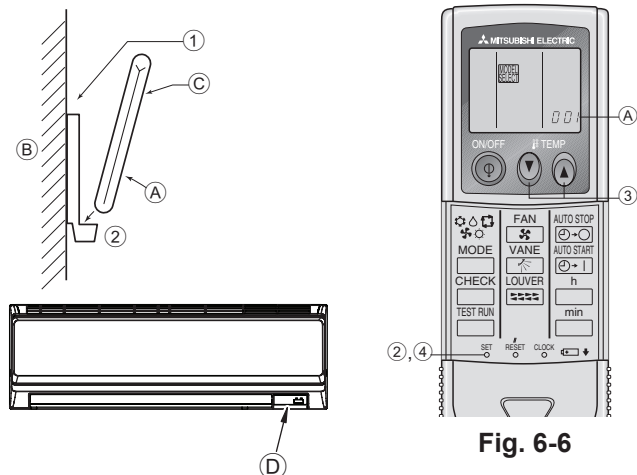

Fig. 6-5
2) Método de instalación (Fig. 6-5)